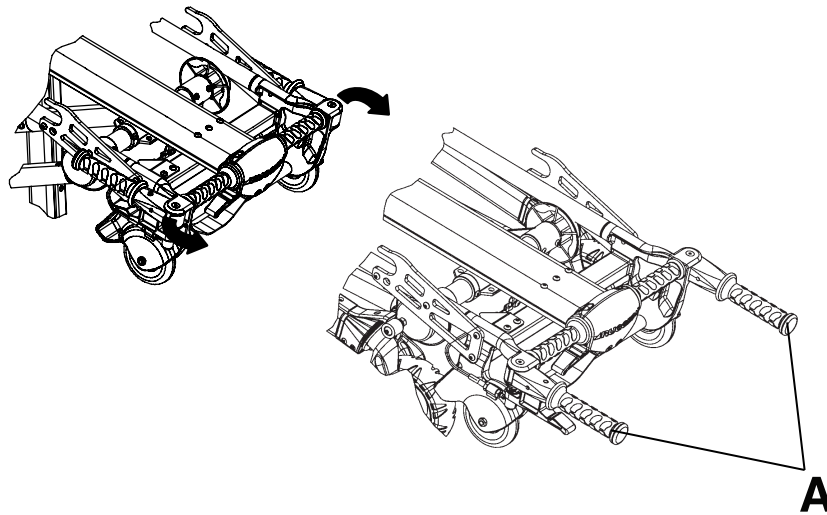

Figura 16 – Posicionar as pegas de elevação
1. Gire as pegas de elevação retráteis (A) para a posição (Figura 16).